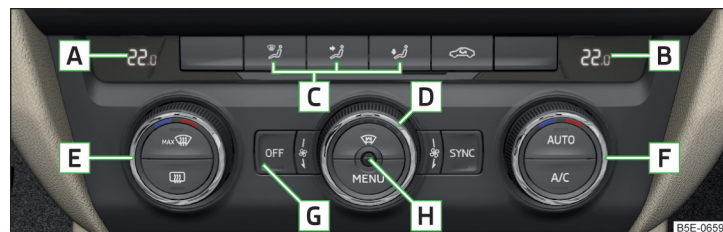

Fig. 129 Elementos de mando del Climatronic
Cada función se puede ajustar o encender girando el potenciómetro o presionando la tecla correspondiente » fig. 129.
No cubrir el sensor de temperatura del habitáculo **H** » fig. 129 - Puede perjudicar la función del Climatronic.
► Para **encender** presionar la tecla **AUTO** » fig. 129 de la pág. 108.